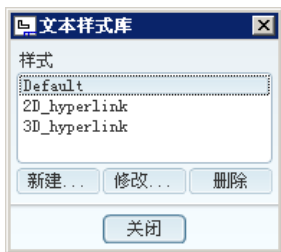

图 5.3.9 “文本样式库”对话框
- 当选择 Style Lib (样式库) 命令时, 系统会弹出图 5.3.9 所示的“文本样式库”对话框, 在其中的 样式 栏中显示系统自带的三种样式, 读者可以在此对话框中新建样式、对所选取的样式作修改, 也可以删除某个样式 (但不能删除系统自带的三种样式)。